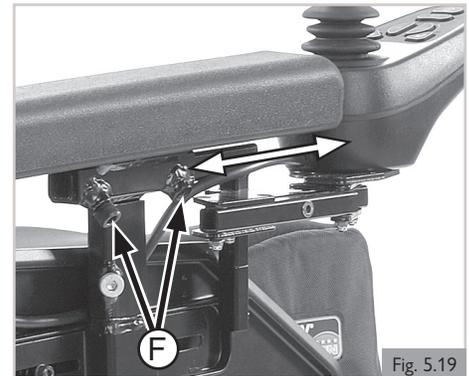

Fig. 5.19
5.9 Réglage du système de commande prédéfini (Fig 5.19)